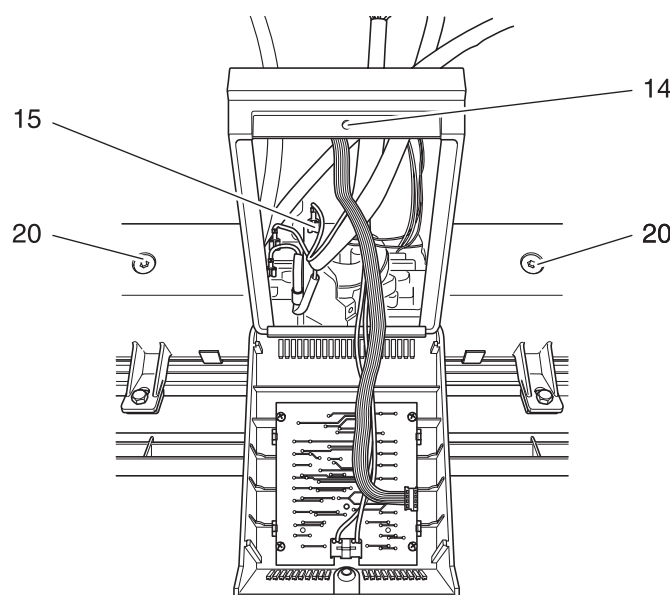

Fig. 13a
- Die Schrauben 20 einsetzen und festdrehen (Fig. 13a).